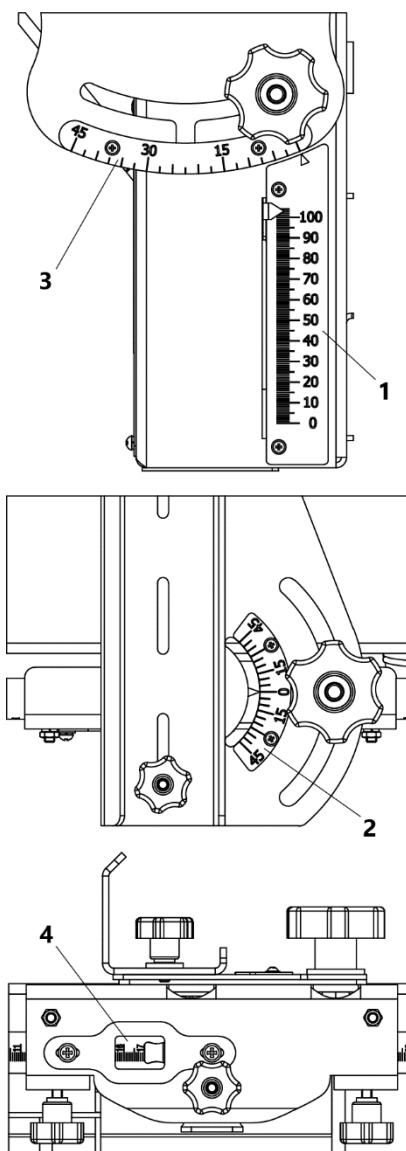
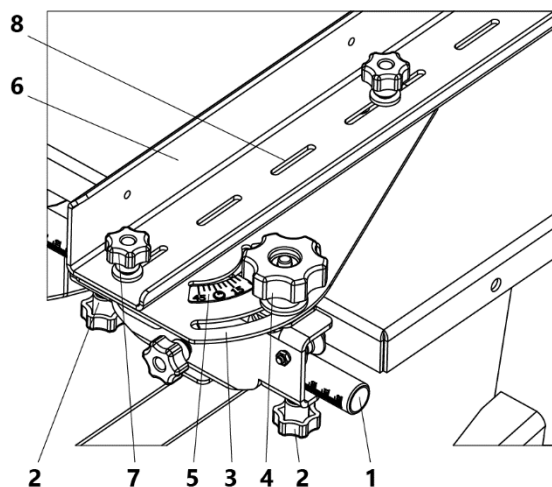

Рисунок 7. Шкалы настройки реза
Рисунок 8. Регулировка положения направляющей линейки
Для удобства на станке имеются шкалы настройки реза по высоте 1 (рис. 7), ширине 2 и наклону 3. Для регулировки шкал необходимо предварительно произвести пробный рез и по фактическому размеру выставить и зафиксировать шкалы с помощью винтов.
Направляющая линейка может перемещаться по направляющей 1 пильного стола. После выставления необходимого размера по шкале 2 (рис. 7), направляющая линейка фиксируется ручками 2 (рис. 8). Для изменения угла поворота направляющей линейки расфиксируйте поворотный кронштейн 3 ручкой 4 и поверните на необходимый угол по шкале 5, зафиксируйте установленный угол.
Рисунок 8а. Установка упора линейки при наклоне пильного диска
- с помощью маховика 11 установить по шкале 1 (рис. 7) указатель на необходимую глубину пропила;
- с помощью рукоятки 13 установить по шкале 3 (рис. 7) указатель на необходимый угол наклона пильного диска;